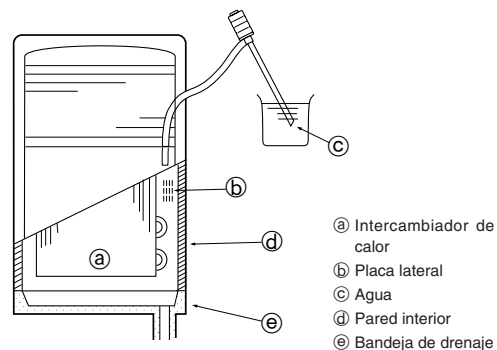

Fig. 5-2
5.2. Comprobación del drenaje (Fig. 5-2)